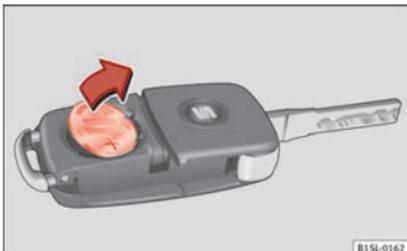

Abb. 31 Fahrzeugschlüssel: Batterie herausnehmen.
- Batterie mit einem geeigneten dünnen Gegenstand aus dem Batteriefach heraushebeln » Abb. 31.
- Neue Batterie wie gezeigt ansetzen » Abb. 31 und entgegen der Pfeilrichtung in das Batteriefach drücken » ⚠.